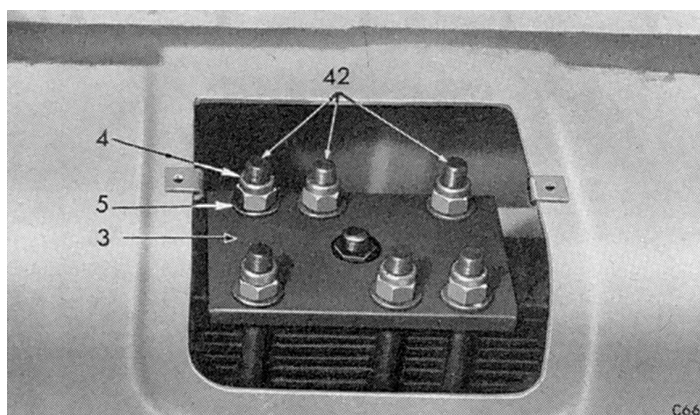

Fig. 46. Pose/dépose de la plaque d'attache du ressort
7. Enlever les six écrous Nylstop (4) et les rondelles ordinaires (5), détacher la plaque d'attache de ressort (3) et dévisser les trois goujons arrière (42) du carter de pont (Fig. 46).